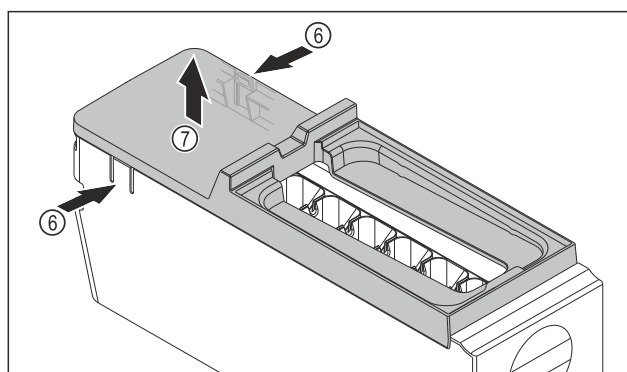

Fig. 157
- ▶ Abdeckung des EasyTwist-Ice-Körpers entnehmen: Laschen Fig. 157 (6) an den beiden Seiten des EasyTwist-Ice-Körpers mit einer Hand drücken.
- ▶ Abdeckung Fig. 157 (7) mit der anderen Hand nach oben entnehmen.